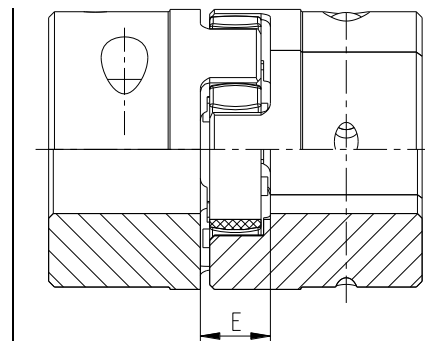

Figura 9: Montaggio del giunto
- Spostare i gruppi in direzione assiale fino al raggiungimento della dimensione E (vedi figura 9).